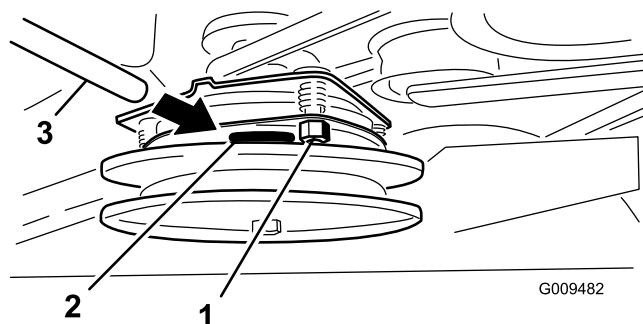

Figura 57
5. Apriete las contratuercas hasta fijar ligeramente la galga pero dejando que ésta se pueda mover con facilidad en la separación (**Figura 57**).